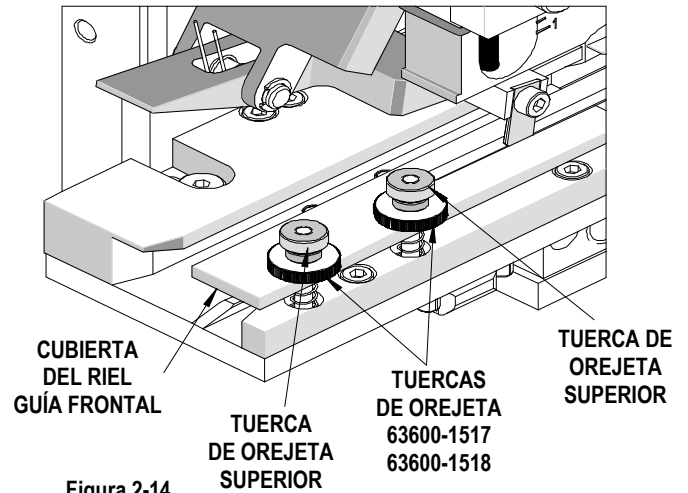

Figura 2-14
2. La cubierta del riel guía frontal (63801-4456) se ajusta hacia arriba o hacia abajo, dependiendo del diámetro del cilindro del terminal. Véase la Figura 2-14.